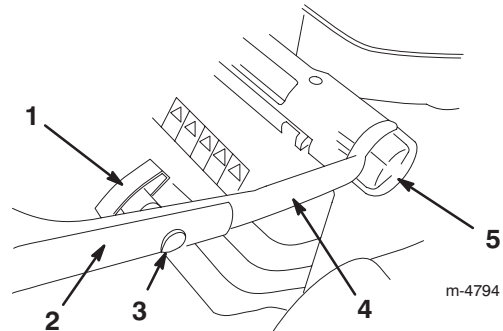

Figure 2
2. Desserrez les boutons de réglage de hauteur du mancheron et tournez la partie inférieure du mancheron vers l'arrière, jusqu'à ce qu'elle vienne se loger dans l'une des positions de réglage de hauteur, comme indiqué à la Figure 2.
4. Montez la partie supérieure sur la partie inférieure du mancheron à l'aide des boulons à tête ovale et installez les boutons comme indiqué à la Figure 2. **Serrez fermement les boutons.**
Le mancheron dispose de trois positions de réglage en hauteur: haut, moyen, bas (Fig. 2). Réglez le mancheron à la hauteur la plus confortable pour vous.